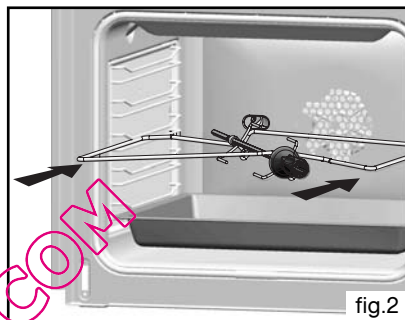

fig.2
- **Plat multi usages 20 mm (fig.2)**
- placez la broche sur son berceau (fig.2).
Insérez les deux autres butées rouges dans les emplacements **A** prévus à cet effet (fig.2).
Décrochez le gradin fil (**B fig.2**) à l'avant en le soulevant (**schéma A fig.1**). Tirez vers soi l'ensemble du gradin, le soulever afin de décrocher l'attache de fixation arrière (**schéma B fig.1**). Le sortir des 2 trous (**C fig.2**) de la paroi catalytique et du moufle du four. Retirez ensuite la paroi catalytique (**A fig.2**). Remplacez les nouveaux éléments (gradins) en effectuant les opérations inverses.
Dévissez complètement la vis (**E fig.2**) située en haut de la paroi du fond (**D fig.2**). Inclinez la paroi vers l'avant afin de la retirer du moufle. Remplacez la nouvelle paroi en effectuant les opérations inverses.
- Dévissez le hublot vers la gauche (fig.2),